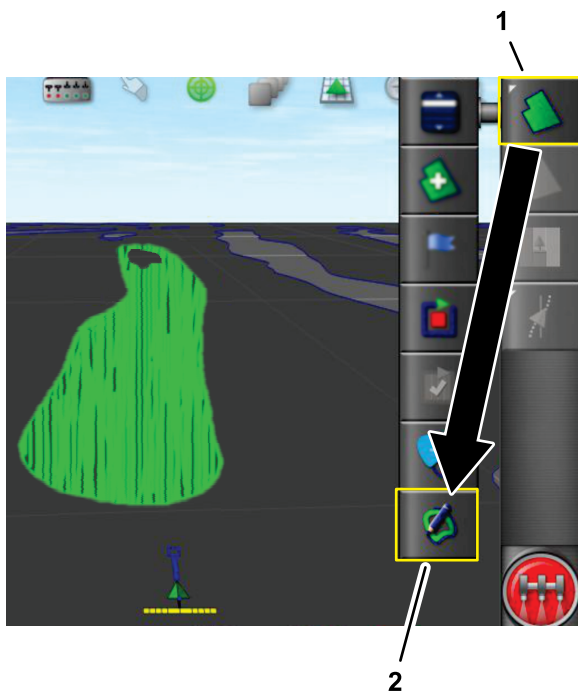

図 51
2. 現場アイコンを押し、「過去散布から境界作成」アイコンを押し 図 51。